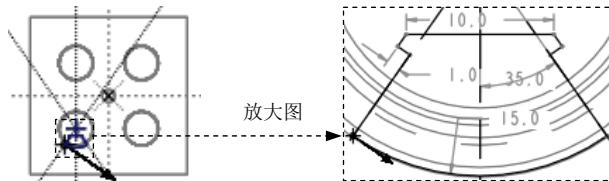
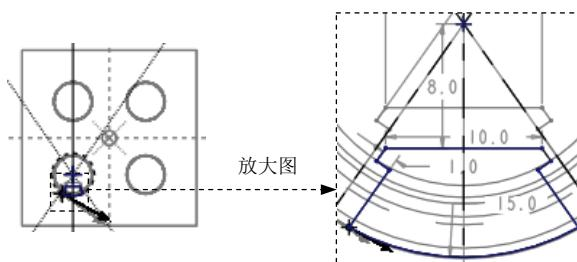

图 25.26 截面草图（一）
图 25.27 截面草图（二）
(2) 绘制截面草图。进入草绘环境后，选取 MOLD_RIGHT 和 MOLD_FRONT 基准平面为参考；绘制图 25.26 所示的截面草图（一），完成此截面的绘制后，然后在图形区右击，在系统弹出的快捷菜单中选择 **切换剖面①** 命令，绘制图 25.27 所示的截面草图（二），单击“草绘”操控板中的“确定”按钮 。